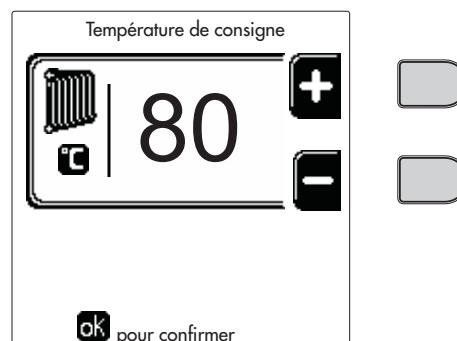
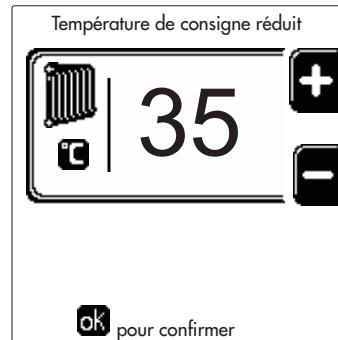
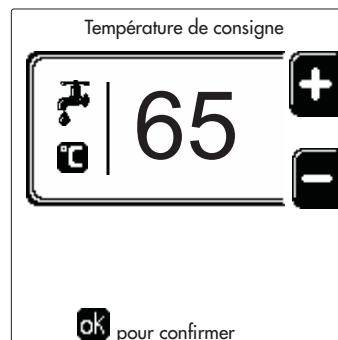
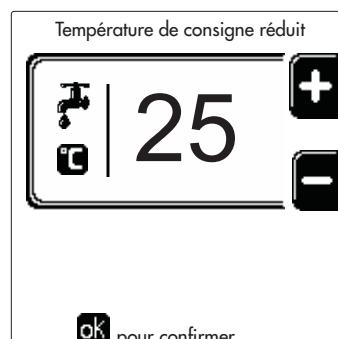

fig. 13
fig. 14
fig. 15
fig. 16
- **ON.** En cas de demande Chauffage/ECS, la chaudière fonctionne à la Température de Réglage Chauffage/ECS (fig. 13/fig. 15) réglée.
- **Réduite.** En cas de demande de Chauffage/ECS, la chaudière fonctionne en Température de réglage réduite. La température réduite est obtenue en soustrayant la valeur de la température de réglage réduite (fig. 14/fig. 16) de la température de réglage du chauffage/ECS (fig. 13/fig. 15) définie.